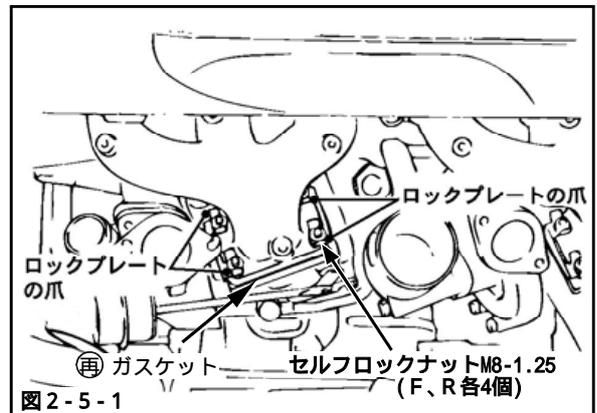

図2-5-1
- (1) ターボチャージャAssyをF, RのEXマニに取付けてください。(図2-5-1)
- (2) セルフロックナット締付け後、ロックプレートの爪を内側に折曲げてください。(図2-5-1)